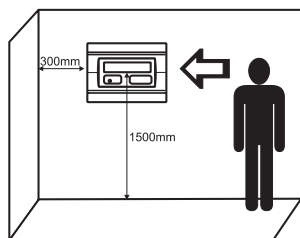

Figura 1.
- Seleccione la mejor ubicación para la Central, alejada de fuentes de calor, polvo ambiental y potenciales entradas de agua, con una temperatura ambiente entre -5°C y $+40^{\circ}\text{C}$, vea la figura 1.